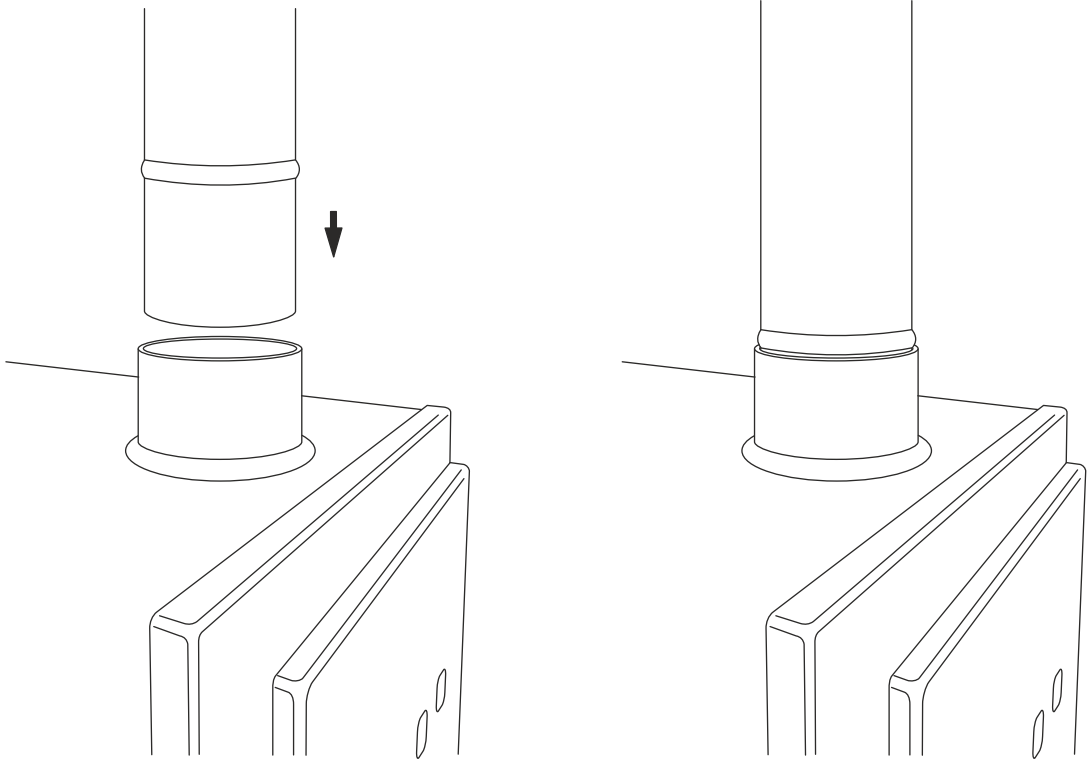

Abbildung 7
- Installieren Sie den Schornstein des externen Ofens. (Der Schornstein besteht aus zwei Teilen, die miteinander verbunden werden müssen). Siehe Abbildung 7 und 8